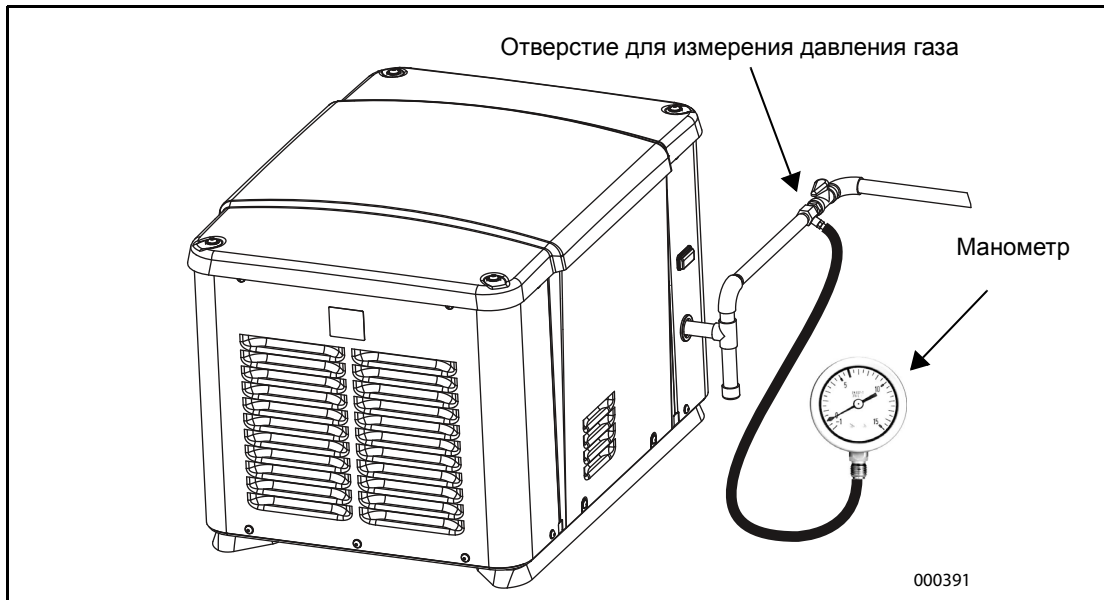

Рис. 5-6. Проверка давления с помощью манометра.
- Извлеките из регулятора верхний контрольный патрубок давления газа (см. Рис. 5-6.) и установите измеритель давления газа (манометр).